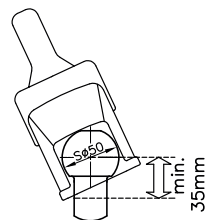
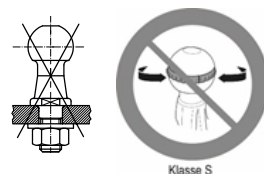

Figura 1
Figura 2
1.3 El enganche esférico de tracción WS 3000/3500 sólo puede ser utilizado conjuntamente con esferas de enganche según DIN 74058 / ISO 1103, cuando el cuello de la esfera en una zona de 35 mm está libre de elementos adosados. (Figura 1) (en lugar de 32 mm según DIN 74058 / ISO 1103). Un empleo de WS 3000/3500 en combinación con pernos esféricos con fijación atornillada sin un aseguramiento adicional de unión por fuerza, no está homologado. (Figura 2) Con el dispositivo de estabilización conectado, durante el servicio de conducción, la palanca de mando debe estar libre de piezas del vehículo o de adosados, esto es, al introducir la barra de tracción y movimiento giratorio simultáneo del WS 3000/3500 no se puede producir una colisión con la palanca del freno de mano u otras piezas adosadas. (Figura 5) Se deben observar asimismo las instrucciones de manejo o bien las indicaciones del fabricante del freno de retención.